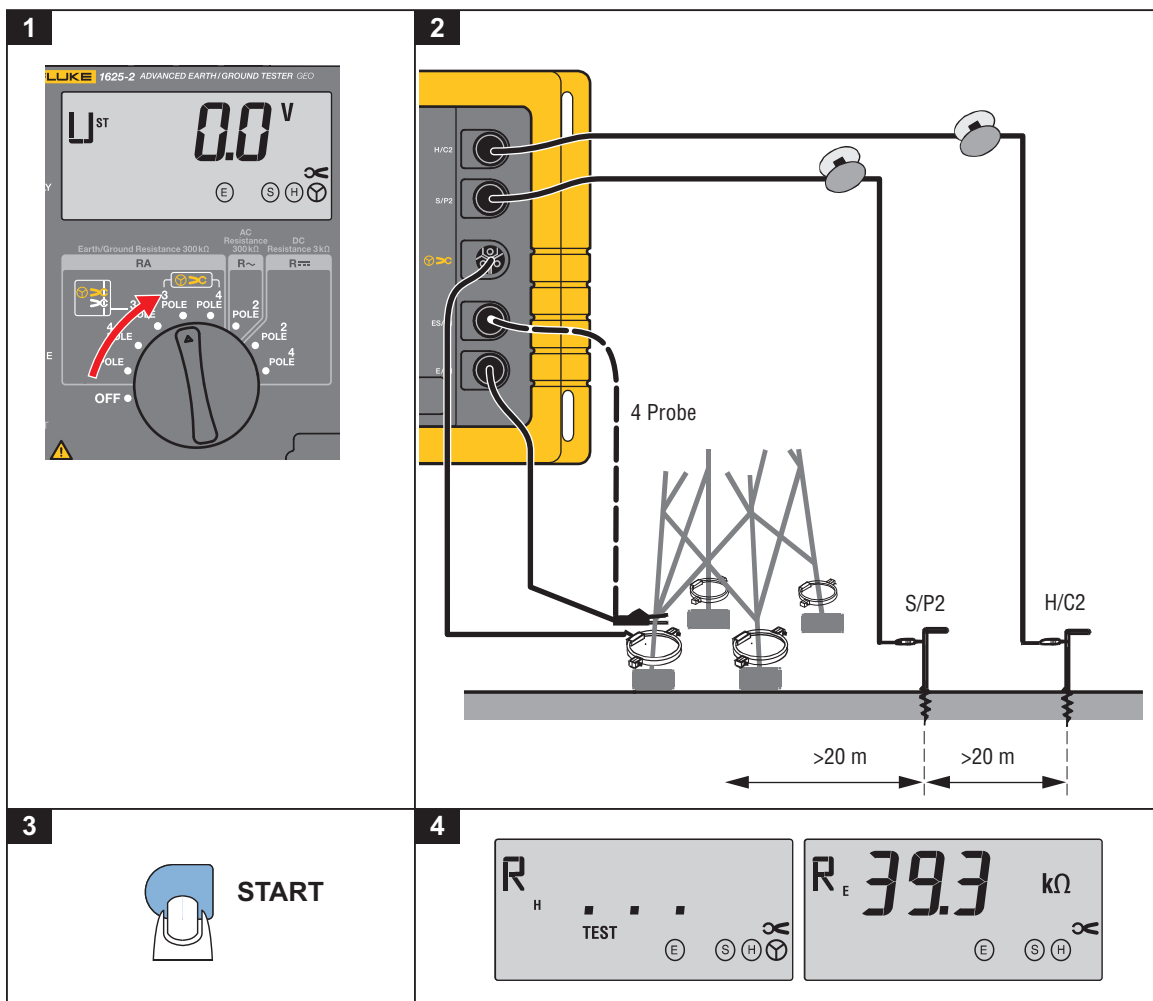

Abbildung 7. Erdungswiderstand ohne Abheben des Erdseils
Das neue, in diesem Messgerät angewendete Messverfahren mit einem externen Stromwandler zur Erfassung des tatsächlich durch den Erder fließenden Messstroms, erlaubt nun die Messung des Erderwiderstandes ohne Auftrennen des Erders von der Mastkonstruktion oder Abheben des Erdseils. Siehe Abbildung 7.
1. Den Zentralschalter in Position „>CRE 3pole“ oder „>CRE 4pole“ drehen. Messgerät gemäß Abbildung 7 und Meldungen im Display anschließen.